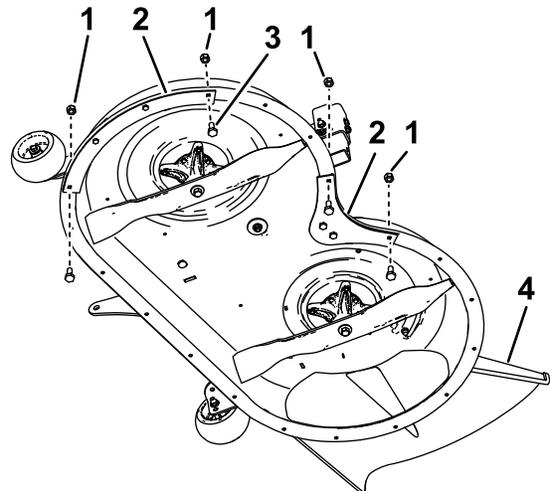

Bild 1
2. Entfernen Sie die vorhandenen Muttern und Schrauben von den Enden der vorhandenen Schutzbleche, wie in **Bild 1** abgebildet.